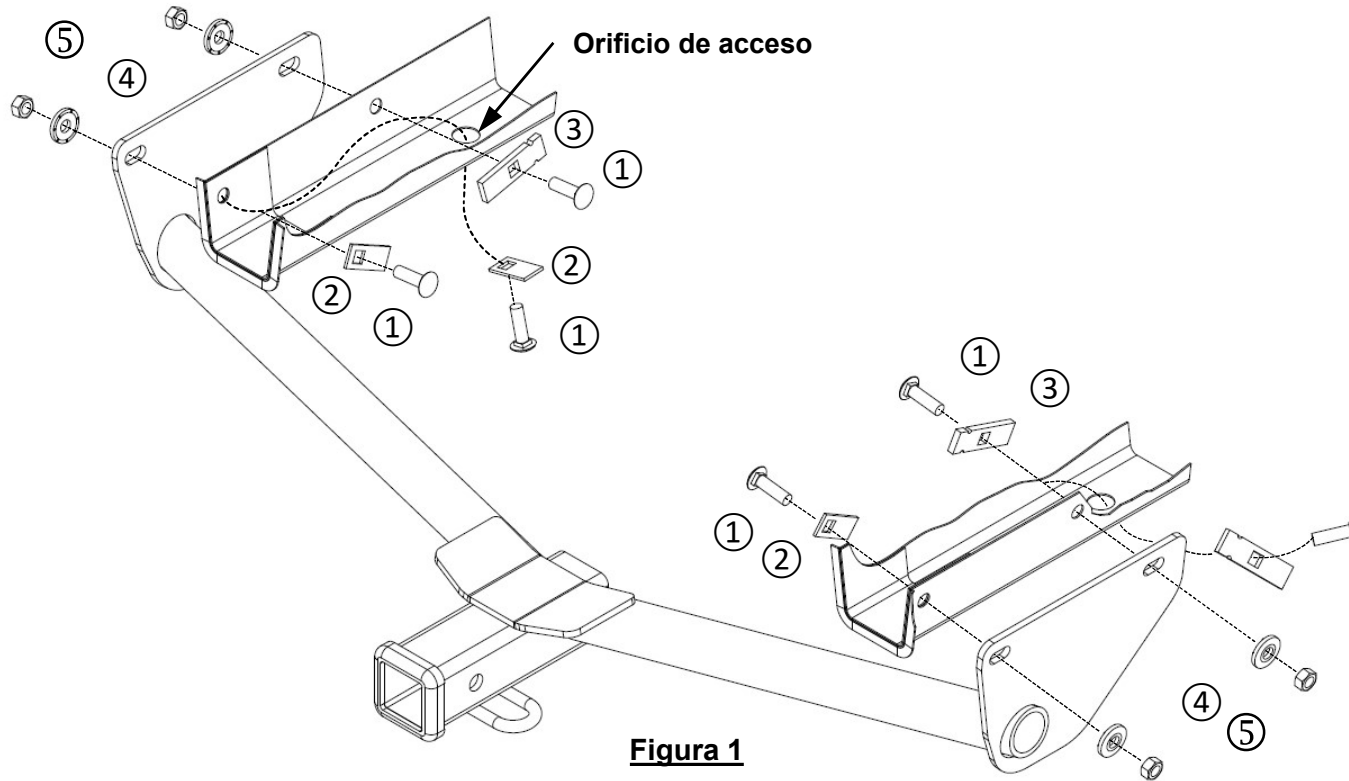

Figura 1
- Dejar temporalmente las fijaciones en el interior de los largueros del bastidor. **Ver figura 1.**
- Retire los cables de tracción e instale sin apretar las arandelas cónicas y las tuercas hexagonales en los pernos de carro, (4) lugares (2 por lado).